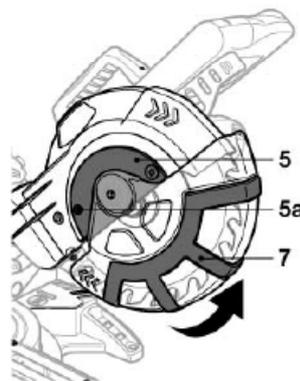

Fig. 57
- > Dévissez la vis [5a] de la plaque de fixation du capot [5]. Remontez la plaque de fixation [5] et le capot [7] (Fig. 57).